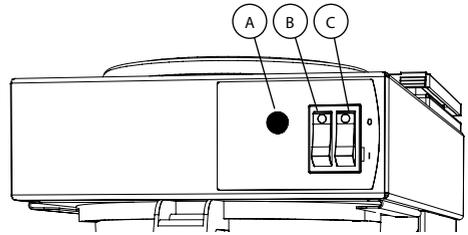

Abb. 4
**330001** (Abb. 4)
**Tip:** Wenn die Kontroll-Leuchte nicht aufleuchtet, dann befindet sich noch Luft im System. Bitte überprüfen Sie den Wasserbehälter auf eventuelle Luftblasen (Abb. 4) und entfernen Sie diese, z.B. mit einem Bleistift.